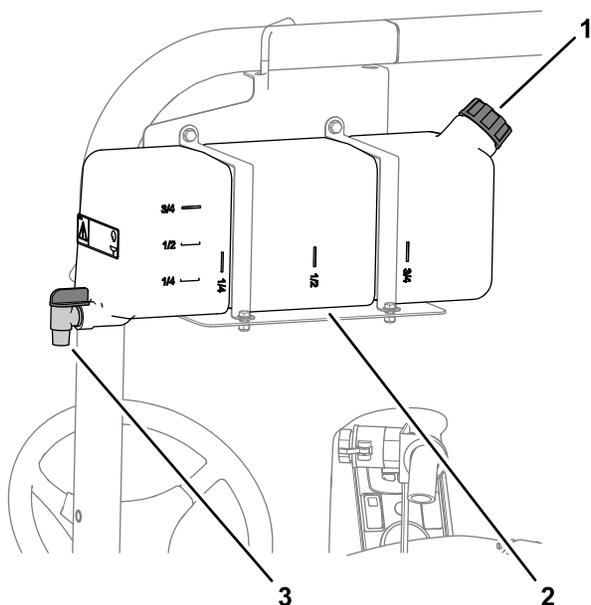

Figura 19
- Para llenar el depósito, desenrosque el tapón en la parte superior del depósito, llénelo con agua limpia y coloque el tapón (Figura 19).
- Para abrir la llave de paso del depósito de agua limpia, gire la palanca de la llave de paso (Figura 19).